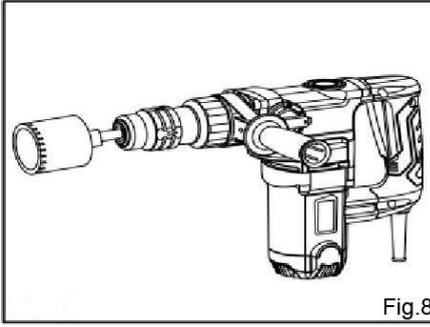

Fig.8
(2) تنشئ الزنبرك في المسمار المركزي. بضغطه مباشرة وخفيفة على الجدار أو سطح الدار، والسطح الكامل من طرف الريشة الأساسية يصل الاتصال لبدء التشغيل. (Fig. 8)
(3) حيث الثقب حوالي 5 mm (3/16") في العمق، ويمكن تحديد موقف الثقب.